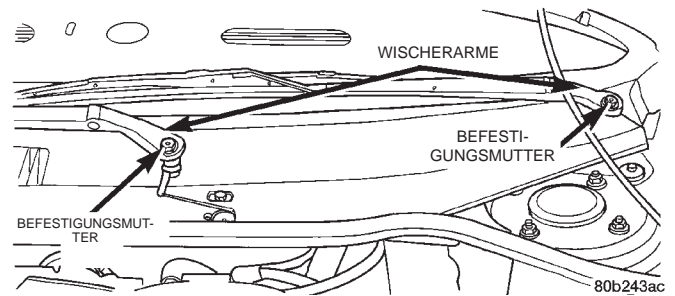

Abb. 17 Befestigung des Wischerarms am Gelenkbolzen
(2) Vorderräder in Geradeausstellung bringen.
(3) Fahrzeug anheben. Dazu Unterstellböcke oder eine Hebebühne verwenden, die am Rahmen angebracht wird. Näheres hierzu, siehe Kapitel 0, "Schmierung und Wartung", Abschnitt "Anheben des Fahrzeugs").
(4) Schutzkappen von den Gelenkbolzen der Wischerarme abnehmen, so dass die Befestigungsmuttern der Wischerarme freiliegen. Die Muttern der Wischerarme (Abb. 17) abschrauben.